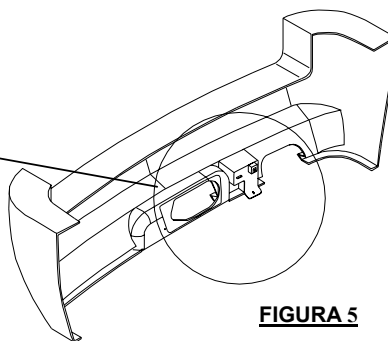

FIGURA 5
- En modelos más nuevos, se requiere un recorte de la placa protectora interior más extenso para un ajuste perfecto. Cuando mostrado en la **Figura 5**.